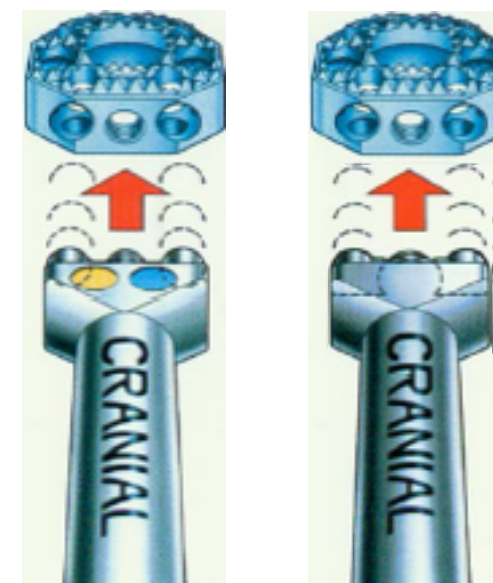

图 5a
- 根据试体的大小选择合适的 Cage 锁定在夹持器上（图 5a）。注意 Cage 在锁定在夹持器上时，应保证 Cage 头端面与夹持器端面保持对应。（Cage 比同号试体大 1.5mm）。